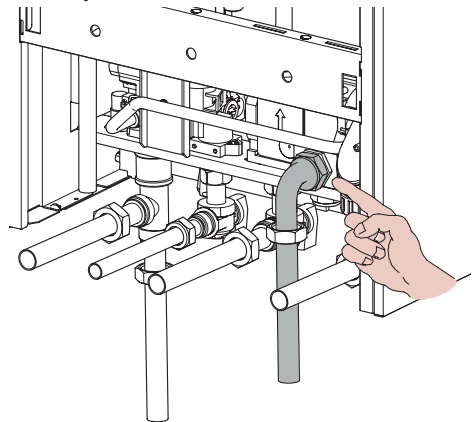

Рисунок 5.6
Подсоедините подачу змеевика водонагревателя (MB) 5 к соединению котла, снимая глухую пробку, в соответствии с указаниями Рисунок 5.6.